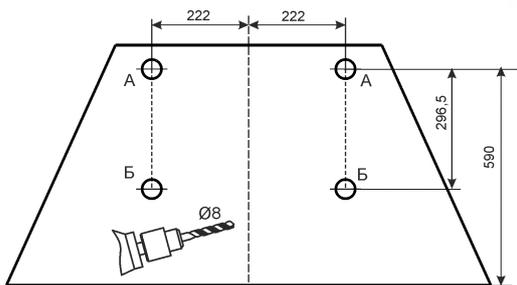

рис. 5
6.2 Установка кухонной вытяжки (рис.5):